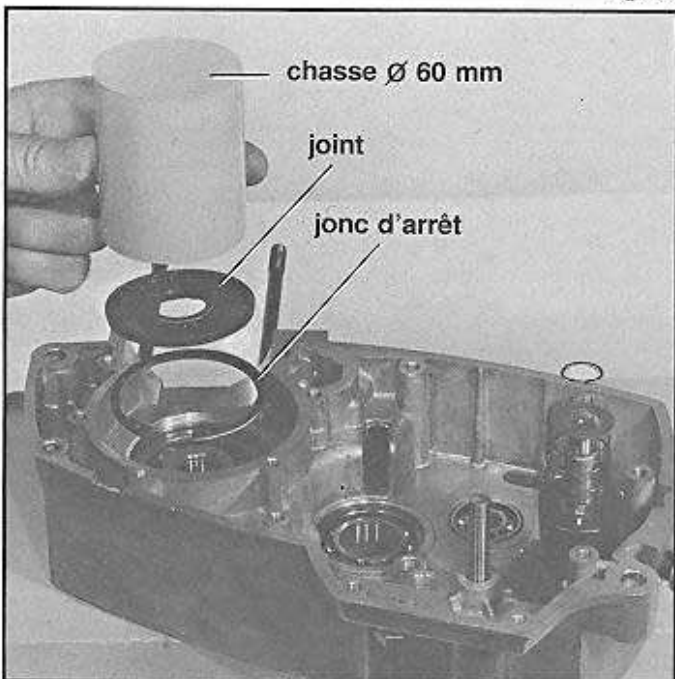

Fig. 73
- Monter le jonc d'arrêt (fig. 73).